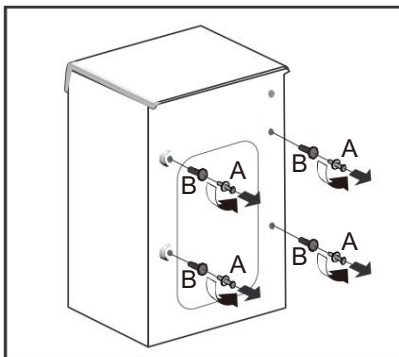

Figura 1
2. Desmonte los 4 pernos de envío, las almohadillas de goma y las varillas de plástico (consulte la Figura 1). Si los pernos de envío no se desmontan, pueden causar vibraciones intensas, ruido y defectos. Los pernos de envío deben instalarse siempre antes de que la lavadora sea transportado.